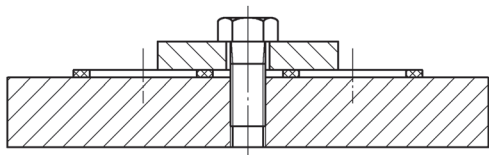

图5 垫圈磨削平面装夹示意
(2) 平面磨削加工 线切割后，垫圈平面留有电火花烧蚀痕迹，烧蚀表面硬度降低（烧蚀变质层厚度为0.05mm），且厚度不符合要求，必须用平面磨削方法加工，垫圈平面磨削的装夹方法如图5所示。因1Cr18Ni9材料无磁性，采用装夹一半、磨削一半，然后二次装夹磨削另一半的方式，勤翻面，两面均匀去量，厚度控制在0.18~0.21mm。